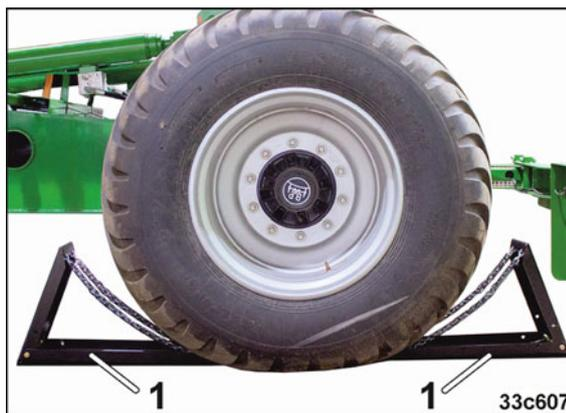

Fig. 146
1. Prüfen, ob die Maschine mit Unterlegkeilen (Fig. 146/1) gesichert ist.